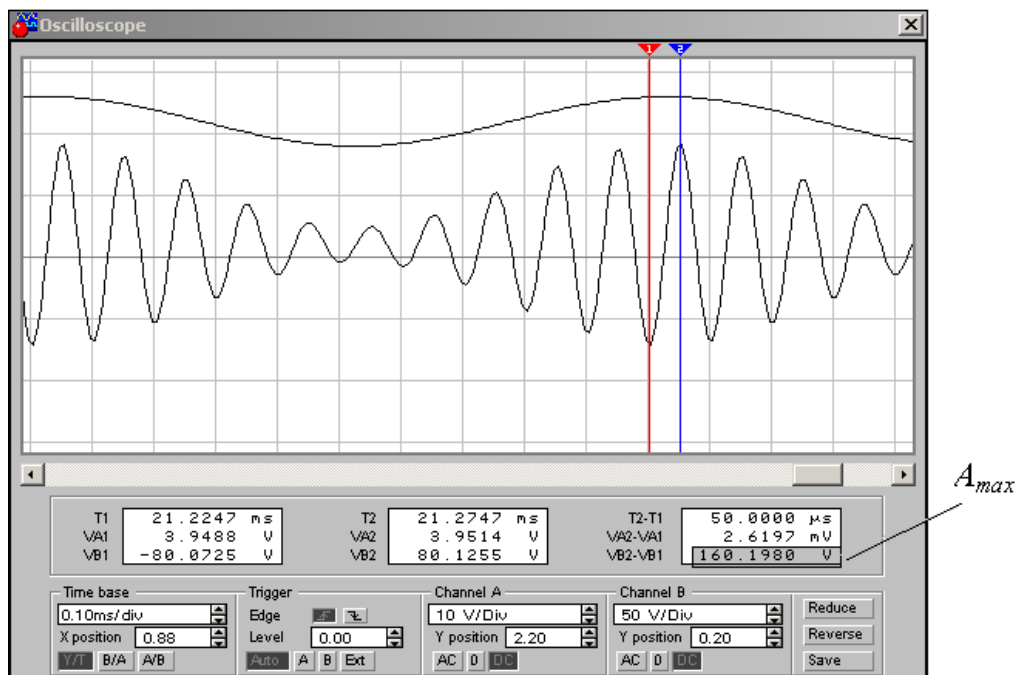

Рисунок 5.2 – Методика вимірювання максимального розмаху АМ сигналу
11.1 Виміряти розмах A_{max} амплітудно-модульованого сигналу (рисунок 5.2).